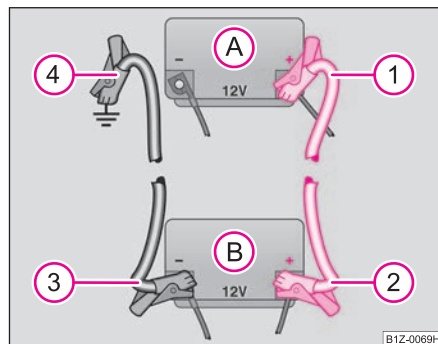

Fig. 163 Ayuda de arranque con la batería de otro vehículo: A - batería descargada del vehículo, B - batería auxiliar
- Conecte un extremo (1) al polo positivo ⇒ fig. 163 de la batería descargada (A).
- Sujetar el otro extremo al polo positivo (2) de la batería auxiliar (B).